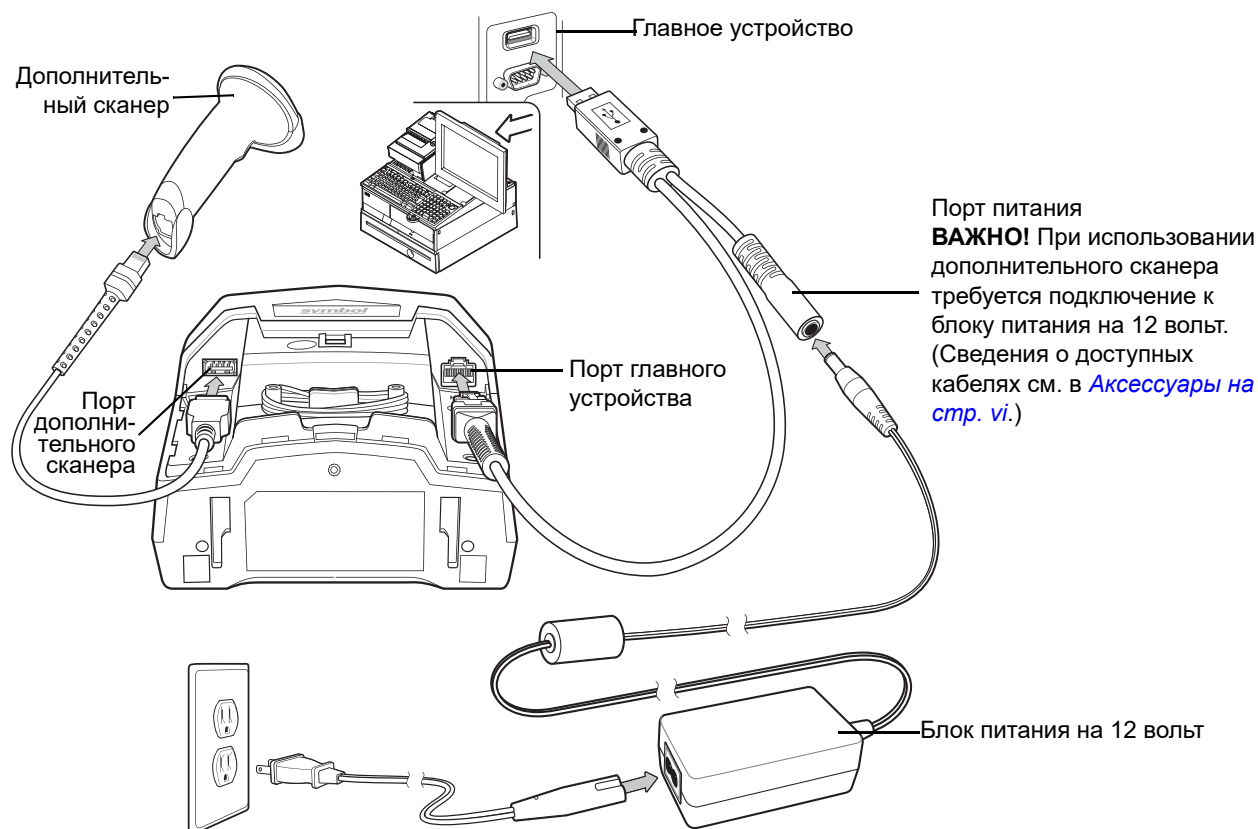

Рис. 7-2 Соединение USB с дополнительным сканером – внешний блок питания на 12 В
- b. Подключите внешний блок питания на 12 В к кабелю главного устройства, как показано на Рис. 7-2, или подключите разъем Power Plus главного устройства на 12 В.